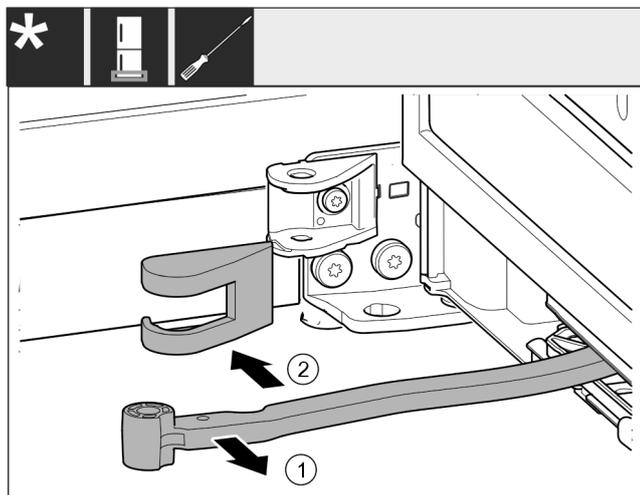

Fig. 17
- ▶ Поверните шарнир Fig. 17 (1) в направлении двери.
- ▶ Снимите крышку опорного кронштейна Fig. 17 (2).